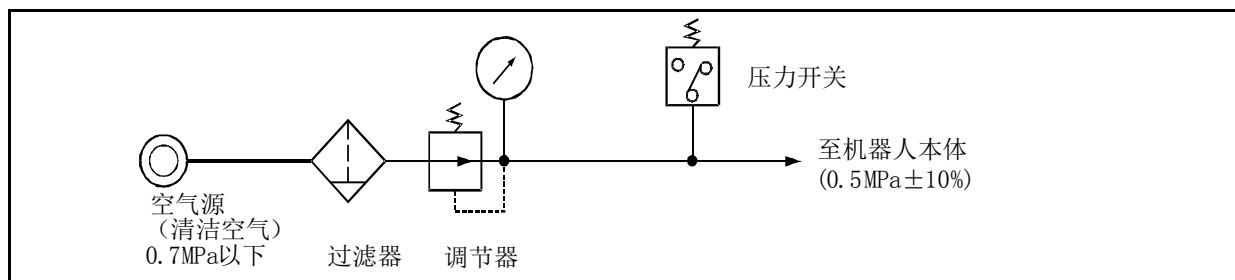

图 2-26: 抓手用压缩空气供应电路示例
抓手用压缩空气供应电路示例如图 2-26 所示。
- 2) 工厂压缩空气压力过低时，由于抓手的抓紧力过低等有可能导致实际作业故障。作为该防止措施，应按图 2-26 所示在压缩空气源上安装压力开关，并设置压力过低时使机器人停止的电路。即使有压力开关仍然会发生故障的情况下，应使用机械锁定式抓手、通过弹簧压力进行抓紧的抓手。